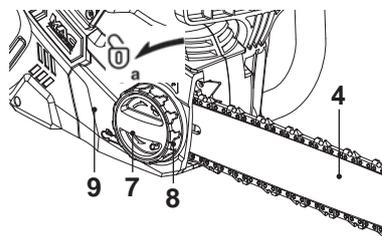

Fig. 8
3. Tournez la molette de tension [8] jusqu'à ce que les maillons d'entraînement touchent juste le bord inférieur du guide-chaîne [4] (Fig. 8, 9).